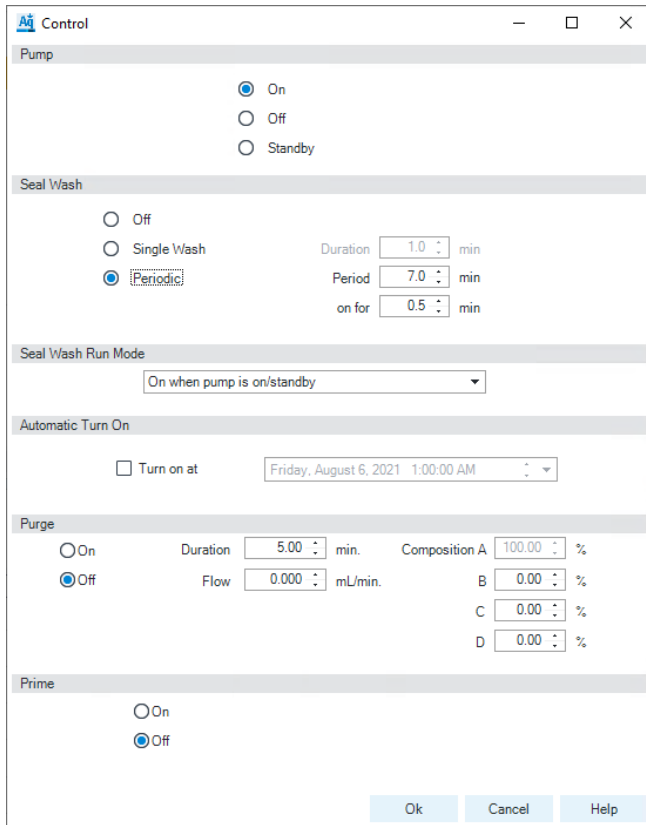

Abbildung 3 Einstellungen der Kolbenhinterspülung (1290 Infinity-Pumpen)
Der Dialog ist auf dem Steuerungsbildschirm zu finden. Es wird empfohlen, die in Abbildung 3 auf Seite 12 gezeigten Einstellungen zu verwenden.
- Die Einstellung kann im Steuerungsbildschirm geändert werden (siehe Abbildung 3 auf Seite 12).